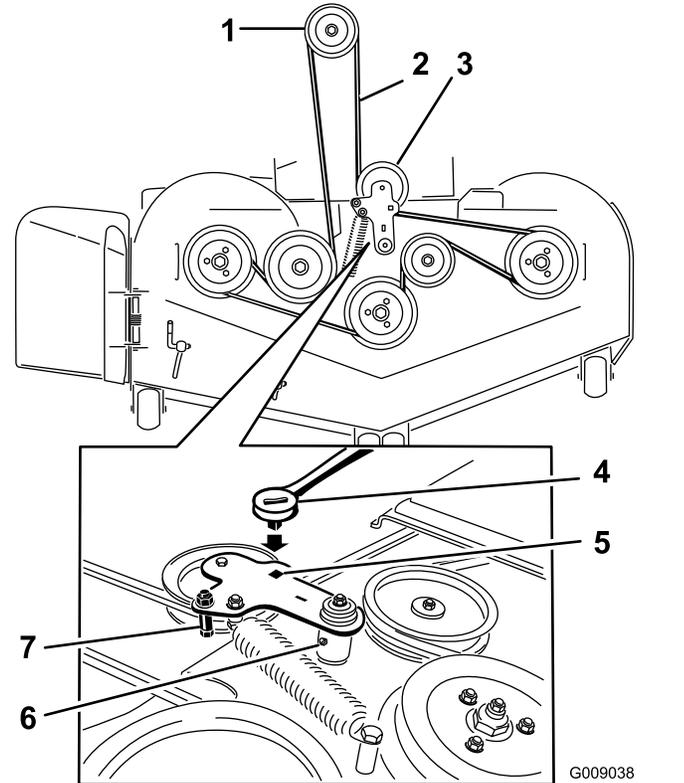

Figure 79
5. Insérez un rochet dans le trou carré du bras de tension pour détendre le ressort de la poulie de tension (Figure 79).
7. Enlevez le guide de courroie situé sur le bras de la poulie de tension rappelée par ressort, comme montré à la Figure 79.
9. Acheminez la courroie neuve autour des poulies du tablier de coupe et de la poulie d'embrayage, sous le moteur (Figure 79).
10. Montez le guide de courroie sur le bras de la poulie de tension, comme montré à la Figure 79.
11. Insérez le rochet dans le trou carré et montez le ressort de la poulie de tension (Figure 79).